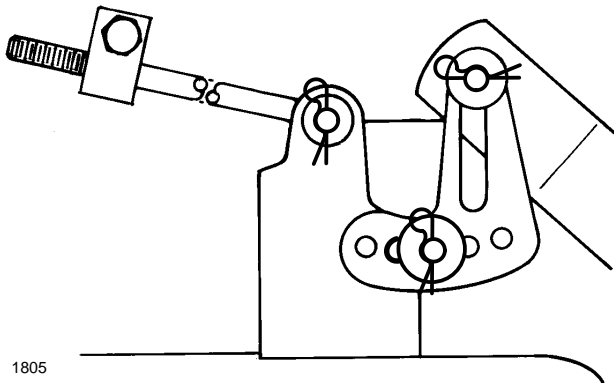

Abbildung 41
9. Haarnadelsplint und Unterlegscheibe vom Ende der langen Stange entfernen (Abb. 41). Die Stange aus der Mähwerkhalterung schieben.
10. Haarnadelsplint und Unterlegscheibe vom Mähwerk-Ausgleichsbügel entfernen (Abb. 41). Den Bügel vom Montagestift herunterschieben. Unterlegscheibe und Haarnadelsplint zur Lagerung wieder anbringen.